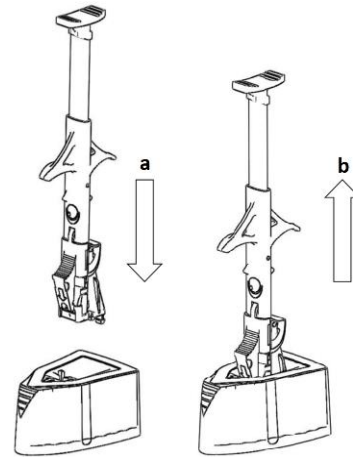

Fig. 1
3. Per un corretto posizionamento, allineare le frecce riportate sulla sicura rossa dell'iniettore e sul contenitore aperto, contenente la IOL. Inserire l'iniettore con un movimento deciso verso il basso fino a quando non scatta, come illustrato in Fig. 1/a.
4. Estrarre l'iniettore come illustrato in Fig. 1/b e verificare che il supporto della lente sia innestato.